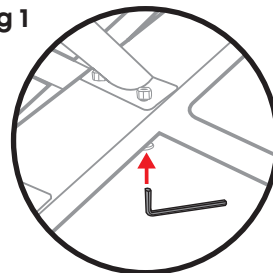

Abbildung 3
3. Ziehen Sie sie handfest an und verwenden Sie dann den Inbusschlüssel, um das Vorderrad vollständig am Rahmen zu befestigen (Abbildung 3).